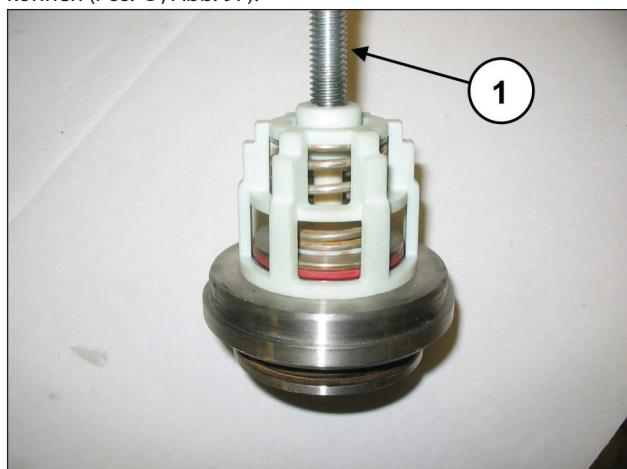

Abb. 97
Bauen Sie die Saug- und Druckventilgruppen durch Anziehen einer Schraube M10 aus, um durch Drücken auf die innere Führung die Ventilführung aus dem Ventilsitz herausziehen zu können (Pos. ①, Abb. 97).